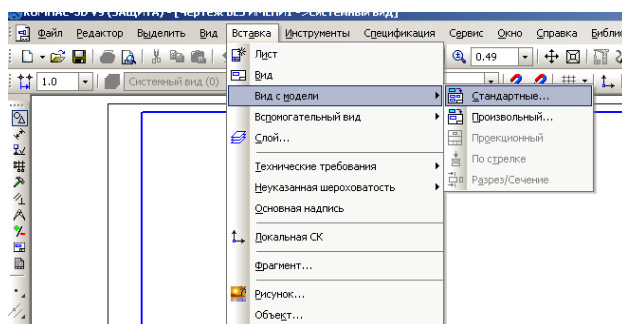

Рис. 7 Вставка вида с модели
15. Для создания заготовки чертежа текущей детали откройте окно нового чертежа (вызовите из меню **Файл** команду **Создать – Чертеж**). Далее вызовите команду меню **Вставка – Вид с модели – Стандартные** (рис. 7)